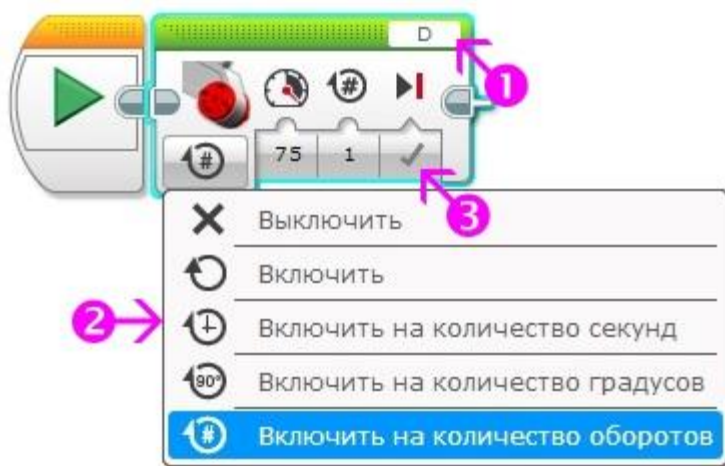

Рис. 3
1. Выбрать порт, к которому подключен мотор (**А, В, С или D**) (Рис. 3 поз. 1)
2. Выбрать режим работы мотора (Рис. 3 поз. 2)
3. Настроить параметры выбранного режима (Рис. 3 поз. 3)
Параметр мощность (на Рис. 3 мощность установлена в 75) может принимать значения от -100 до 100. Положительные значения мощности задают вращение мотора по часовой стрелке, отрицательные - против часовой. При значении мощности равном 0 мотор вращаться не будет, чем "выше" значение мощности, тем быстрее вращается мотор.